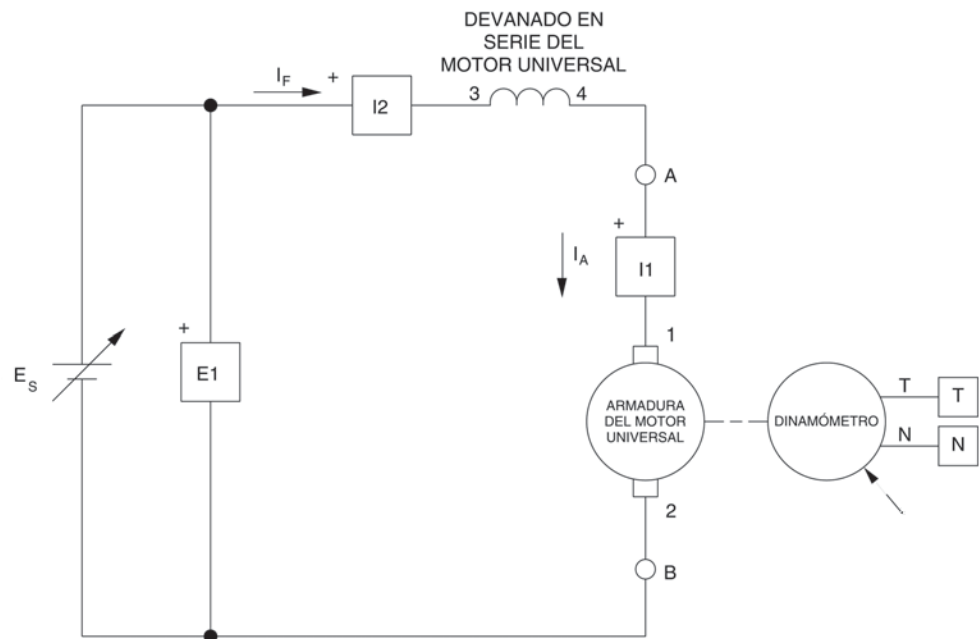

Figura 3-12. Motor universal con alimentación CC acoplado al Dinamómetro.
En la cuarta parte, modificará las conexiones para obtener el circuito del motor universal de la Figura 3-12. Luego cambiará las polaridades de las corrientes de armadura y de campo de dicho motor, que funciona con una fuente c.c., para observar el efecto de ese cambio sobre el sentido de rotación. También medirá el voltaje c.c. necesario para que el motor universal gire a una velocidad de aproximadamente 1.000 r/min.
Modifique las conexiones para obtener el circuito del motor universal de la Figura 3-12.
17. Invierta las conexiones de la armadura en los puntos A y B, mostrados en la Figura 3-12.
Invierta las conexiones de la armadura en los puntos A y B, mostrados en la Figura 3-12. Los módulos deberían quedar conectados como lo indica dicha figura.
20. Invierta las conexiones de la armadura en los puntos A y B, mostrados en la Figura 3-12.
Invierta las conexiones de la armadura en los puntos A y B, mostrados en la Figura 3-12.